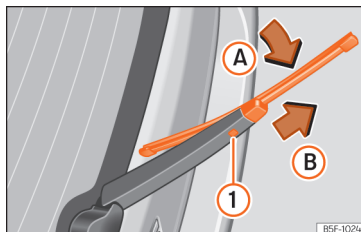

Abb. 64 Scheibenwischerblatt der Heckscheibe auswechseln.
- Scheibenwischerarm anheben und um einen Winkel von etwa 60° wegklappen » **Abb. 64**.
- Scheibenwischerblatt in Richtung Scheibenwischerarm » **Abb. 64** (Pfeil **A**) kippen und in Pfeilrichtung **B** abziehen. Dazu kann ein erhöhter Kraftaufwand notwendig sein.